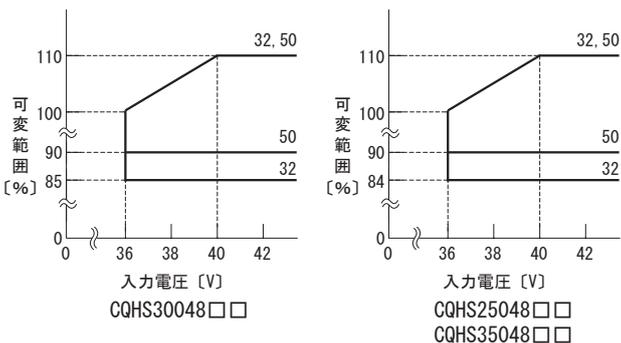

図3.7 出力電圧可変範囲
(4) 入力電圧ディレーティング
■入力電圧範囲がDC36 ~ 40Vの場合、出力電圧可変範囲は図3.7のようになります。